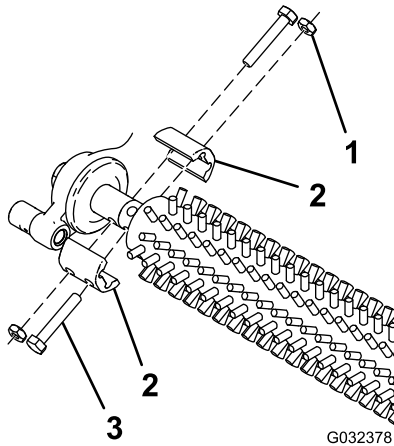

图1
3. 拆下并保留将疏草刀刷固定到机器两侧的 4 个螺栓、锁紧螺母及轴夹 图1。